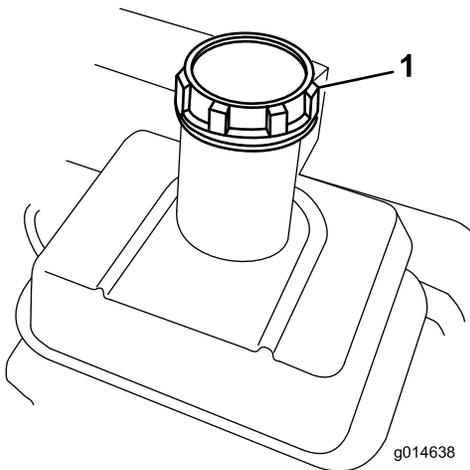

Figura 20
1. Limpie la zona alrededor del tapón del depósito de combustible y retire el tapón (Figura 20). Llene el depósito de gasolina sin plomo hasta que llegue a la parte inferior de la rejilla del filtro. No llene demasiado.